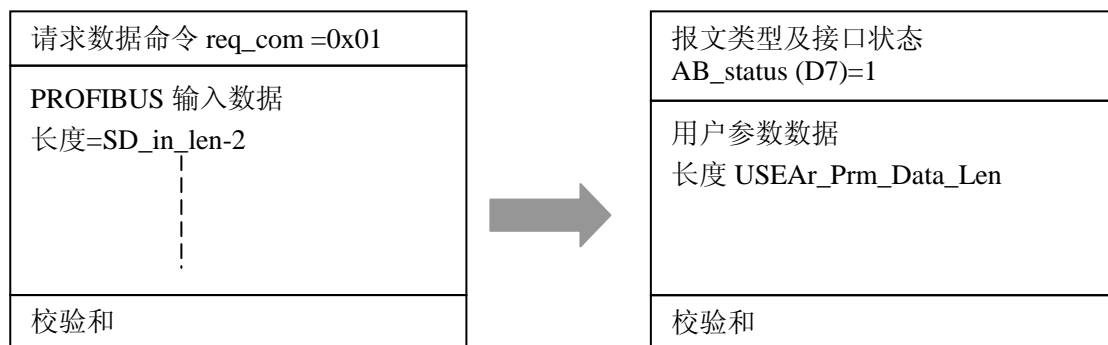

图 4-9 用户模板发—输入数据报文 req_com=0x01，接口板答—输出数据报文格式 B
② 如果 req_com =0x01，即用户模板请求读取更新的用户参数数据，接口板将回答“输出数据报文 B”（包括：报文类型及接口状态 AB_status、用户参数、校验和）。如图 4-9：